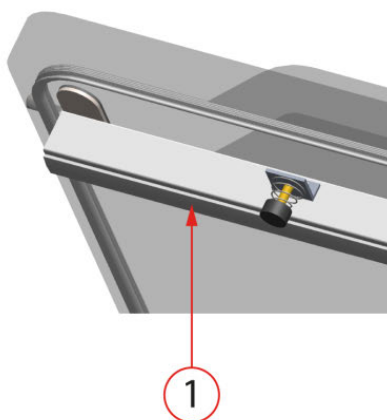

Figura 7: Sustitución de la goma de silicona de los soportes de silicona
- 1. Tire de la goma de silicona antigua para sacarla del soporte, consulte la *Figura 7: Sustitución de la goma de silicona de los soportes de silicona* en la página 56.